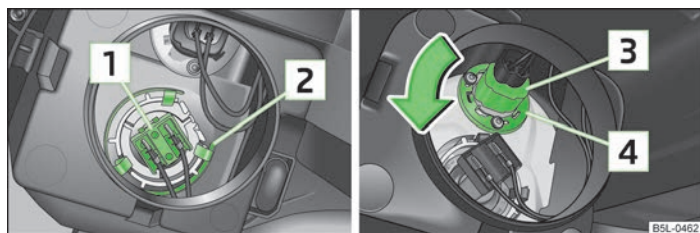

Fig. 170 Desmontar: Bombilla para faro antiniebla/bombilla para luz de marcha diurna
- > Extraer el enchufe **1** » fig. 170.
- > Extraer el enchufe **3** » fig. 170.